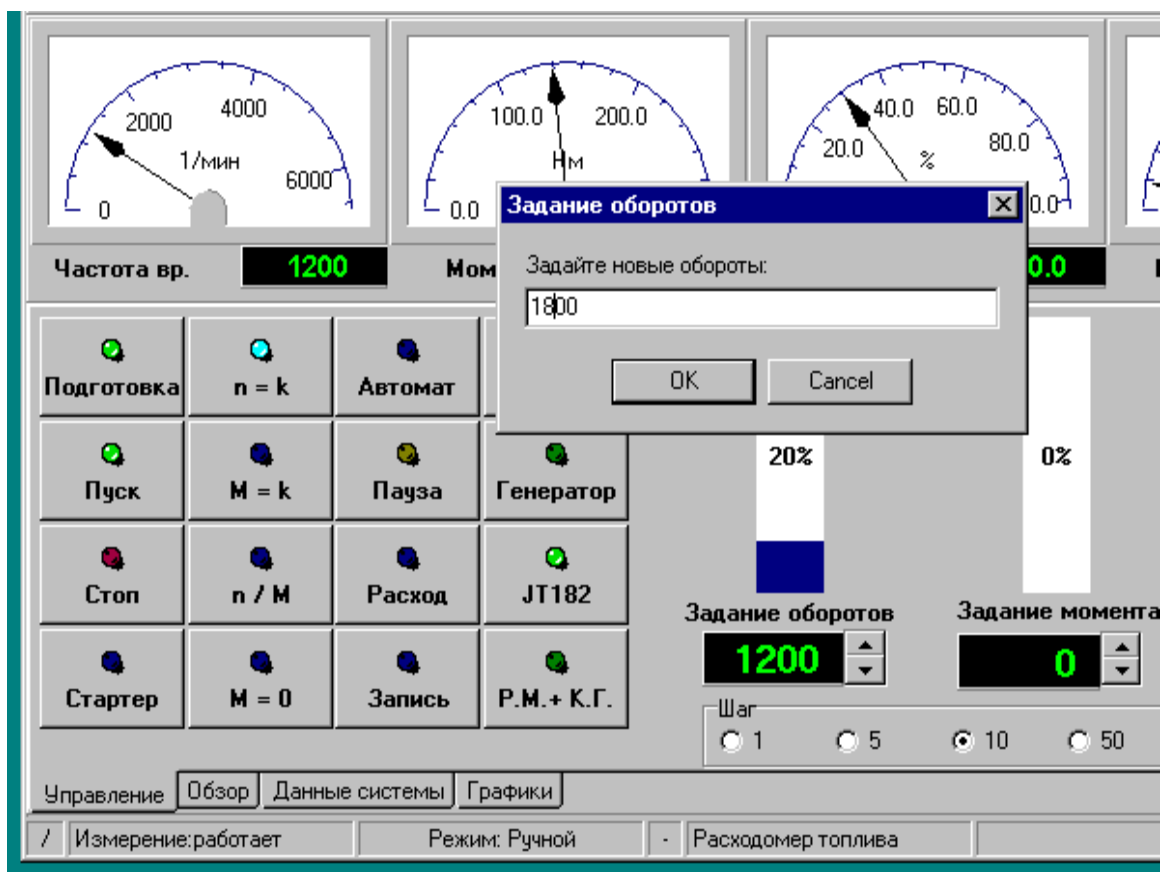

Рис.10 Установка оборотов в ручном режиме с помощью окна.
1) **Ручной режим** - самый обычный режим, который дает возможность устанавливать рабочий пункт двигателя ( обороты, момент, расход топлива, дроссельный клапан ) в ручную, с помощью элементов управления. В этом режиме программа ЦМС находится всегда после пуска. Требуемые величины оборотов, дроссельного клапана и момента возможно установить или стрелками на соответствующем управляющем элементе или двойным нажатием клавиши мыши с указанием в окошко дистанционного управления. Потом появляется окно для установки цифровой величины. Поле дистанционного управления и правильно установленный показатель мыши показаны на рис.10. Если к установке применяем стрелки, то можно выбрать величину изменений для одно нажатие стрелки с помощью переключателя Шаг.